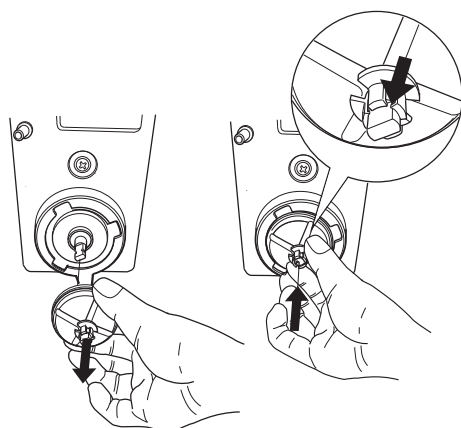

Fig. 10
- Per smontare le ventoline è sufficiente esercitare una leggera trazione per liberarle (fig. 10);